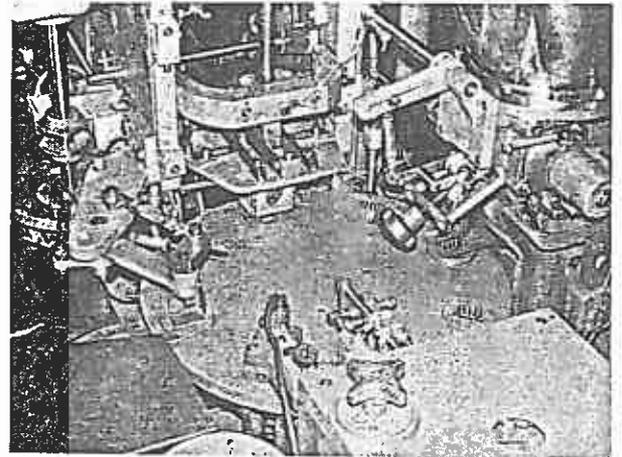

Bild 87
3. Maschine am Handrad in Pfeilrichtung durchdrehen und dabei die Bewegungsabläufe der Arbeitsglieder an den einzelnen Stationen prüfen (Bild 87).